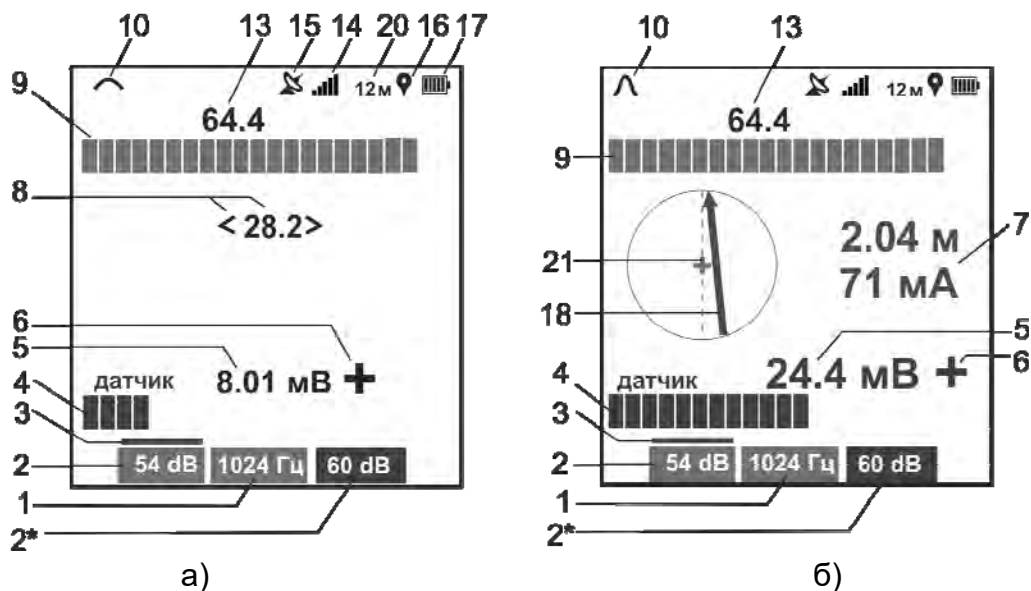

Рисунок 3.3 – Индикация приемника в режиме «ТРАССА-ДАТЧИК»
- режим «ТРАССА-ДАТЧИК» – для поиска мест повреждения изоляции коммуникации с одновременным контролем её расположения и глубины залегания, а также поиска обрыва, замыкания или отбора жил в многожильном кабеле (рисунок 3.3а). Дополнительно при включенной функции «КОМПАС», отображается положение и направление коммуникации относительно приемника (рисунок 3.3б).